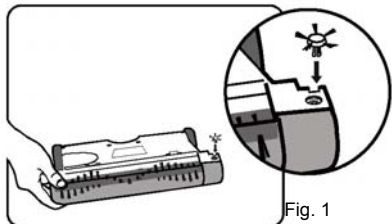

Fig. 1
1. Si l'outil à angle n'est pas attaché à la balayeuse, insérez-le dans la fente « carrée », sous le plancher de l'électrobrosse balayeuse. Poussez délicatement mais fermement jusqu'à ce que l'outil à angle se verrouille en position (Fig. 1).